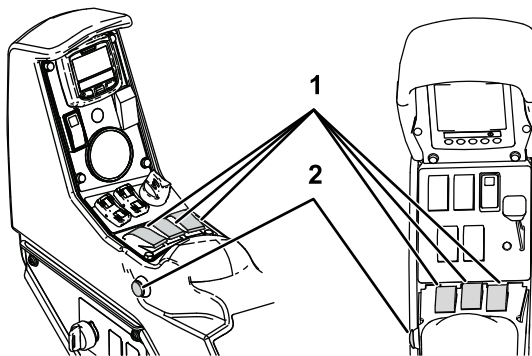

Figura 16
| 8. Per iniziare ad irrorare, premete l'interruttore principale portandolo sulla posizione ON (Figura 16). | |
| 9. Premete gli interruttori di sezione (che si trovano tra i sedili) portandoli sulla posizione ON (Figura 16). | |
8. Per iniziare ad irrorare, premete gli interruttori di sezione (che si trovano tra i sedili) portandoli sulla posizione ON (Figura 16).